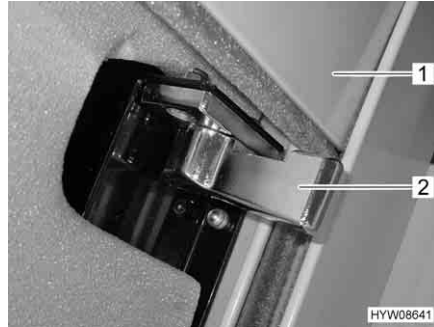
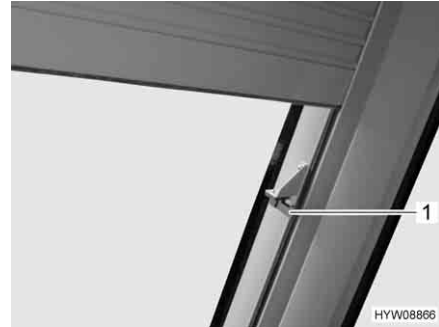
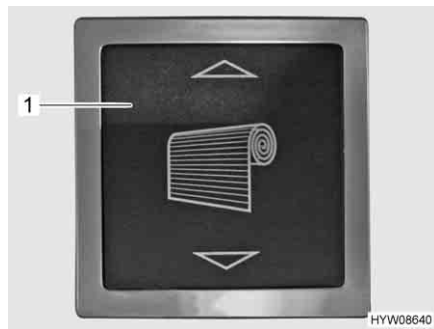
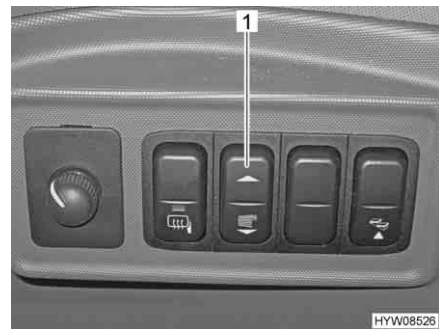

Fig. 55 Chiusura di sicurezza oscurante a rullo
Fig. 56 Chiusura di sicurezza aggiuntiva oscurante a rullo
Fig. 57 Pulsante basculante per oscurante a rullo (vano abitabile)
Fig. 58 Pulsante basculante per oscurante a rullo (cruscotto)
- Sui entrambi i lati, ruotare spingendo in avanti la chiusura di sicurezza (Fig. 55,2 o Fig. 56,1)
- Premere e tenere premuto il pulsante basculante (Fig. 57,1 o Fig. 58,1), finché l'oscurante a rullo (Fig. 55,1) ha raggiunto la posizione desiderata.
- Premere e tenere premuto il pulsante basculante (Fig. 57,1 o Fig. 58,1) finché l'oscurante a rullo ha raggiunto la posizione più alta.
- Sui entrambi i lati, ruotare spingendo indietro (Fig. 55 o Fig. 56) la chiusura di sicurezza.